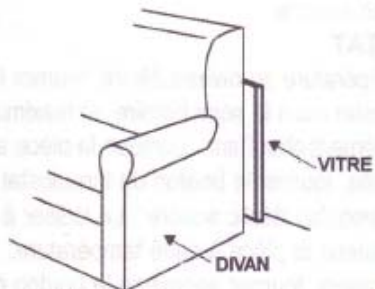

FIGURE 11
3. Soulever la vitre hors du foyer et la ranger dans un endroit sûr (FIGURE 11).